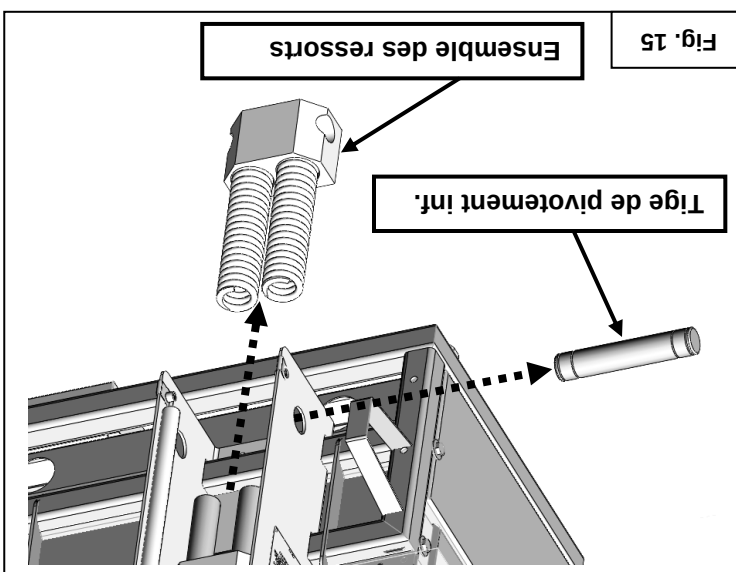

Fig. 15
17. Retirez la tige de pivotement inférieure et ensuite enlevez l'ensemble des ressorts tel qu'indiqué à la figure 15.